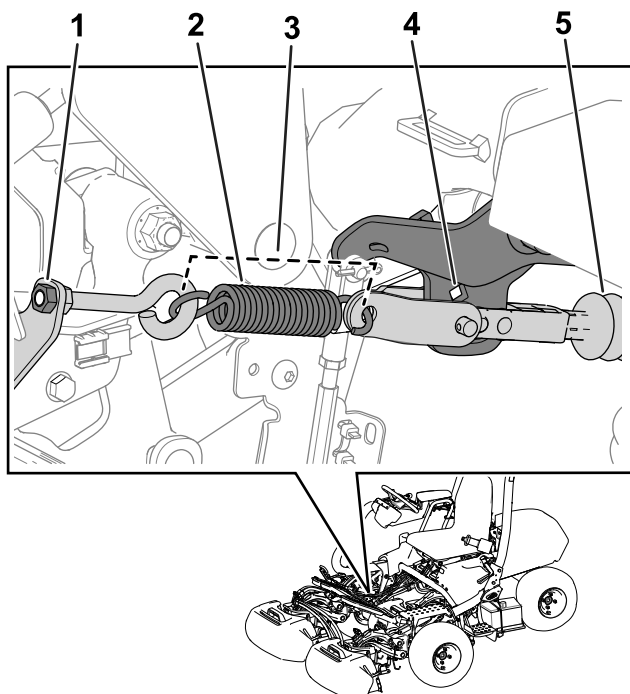

Bild 33
Hinweis: Weitere Informationen zu dieser Vorgehensweise finden Sie auf Bild 33.
3. Bereiten Sie den Betrieb vor, indem Sie die Ösenmutter auf eine Federlänge von 11,4 cm festziehen, wenn sie installiert ist (Bild 33).